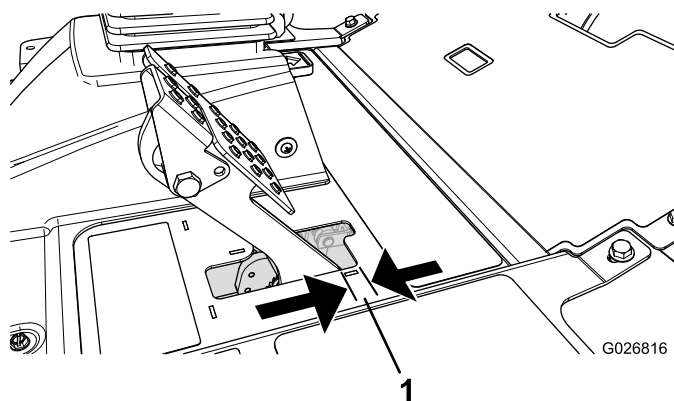

Figura 96
Ajuste los frenos si el pedal de freno tiene más de 2,5 cm de holgura, o cuando se necesite más fuerza para frenar (Figura 96). La holgura es la distancia que recorre el pedal de freno antes de notarse una resistencia de frenado.
2. Apriete la tuerca trasera para mover el cable hacia atrás hasta que los pedales de freno tengan una holgura de 0,63 a 1,27 cm antes de que se bloquee la rueda (Figura 96).